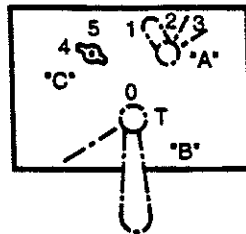

FIG. 1
- Fig. 1: La llave C está bloqueada en la posición "4"